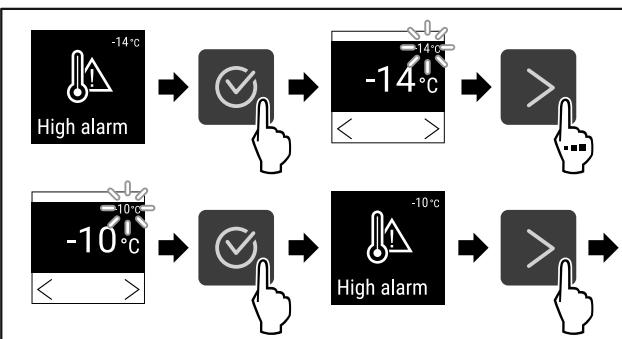

Fig. 98
- Изпълнете стъпките (виж Fig. 98).